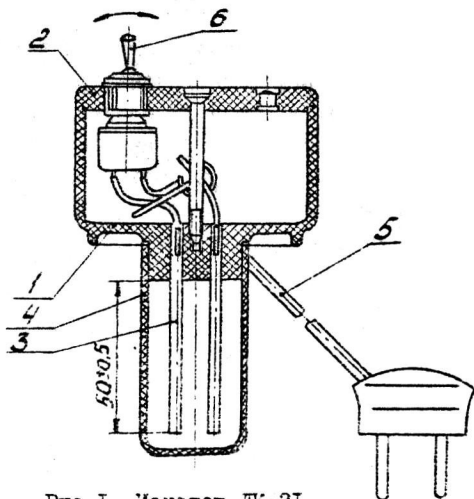

Рис.1. Ионатор ЛК-31
5.1. Устройство ионатора наглядно показано на рис. 1.
4) включить вилку в электрическую сеть, установив переключатель (поз. 6 рис. 1) в одно из рабочих положений, помеченных синей и красной точками. Для равномерного износа электродов, положение переключателя рекомендуется периодически менять.